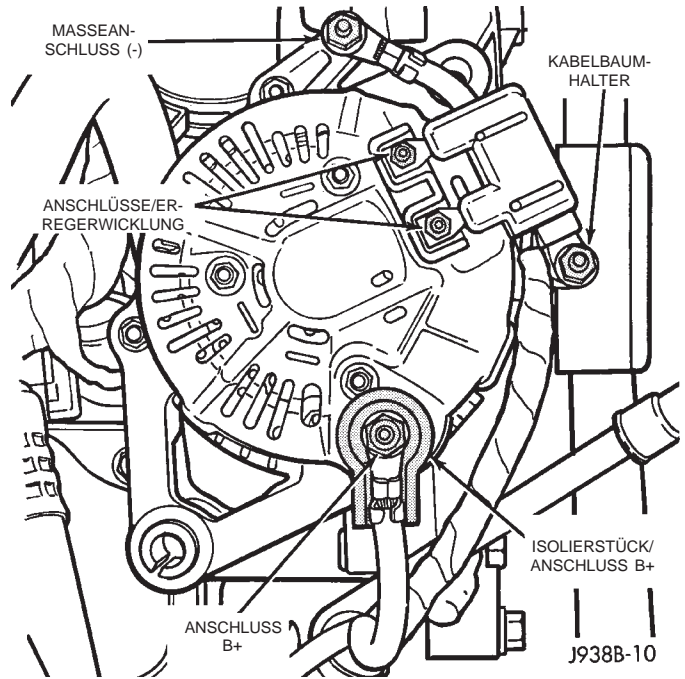
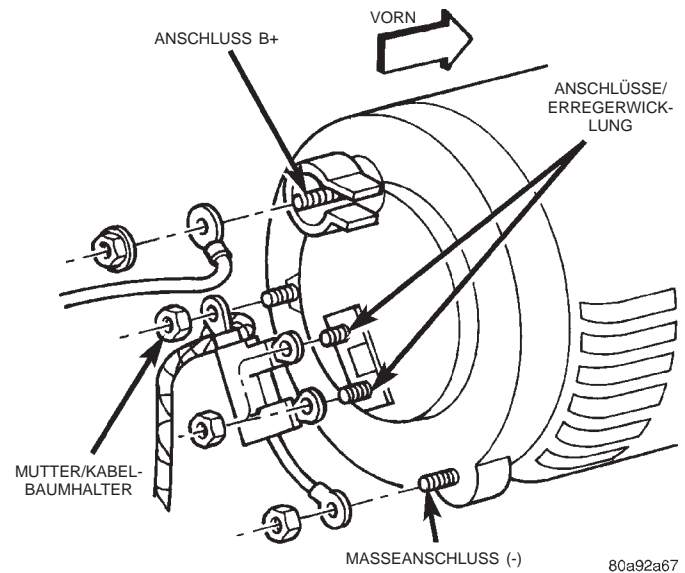

Abb. 6 Verdrahtung der Lichtmaschine abklemmen bzw. anschließen - 5.2L-/5.9L-Motoren - Typisch
Abb. 7 Verdrahtung der Lichtmaschine abklemmen bzw. anschließen - 4.0L-Motor - Typisch
(4) Muttern des Kabelbaumhalters, des Batterieanschlusses, des Masseanschlusses und der beiden Anschlüsse/Erregerwicklung lösen. Kabel abnehmen. (Abbildung 6) zeigt die typische Verdrahtung einer Lichtmaschine für 5.2L-/5.9L-Motoren. (Abbildung 7) zeigt die typische Verdrahtung einer Lichtmaschine für einen 4.0L-Motor. Je nach Fahrzeugtyp und/oder Motorisierung kann die Verlegung der Kabel leicht variieren. Näheres hierzu siehe Kapitel 8W, "Schaltpläne".
(5) Lichtmaschine aus dem Motorraum nehmen.